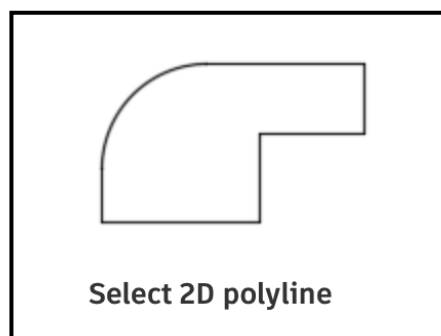

Рис. 16
7. Зробити закруглення кутів даного об'єкта (рис. 16).